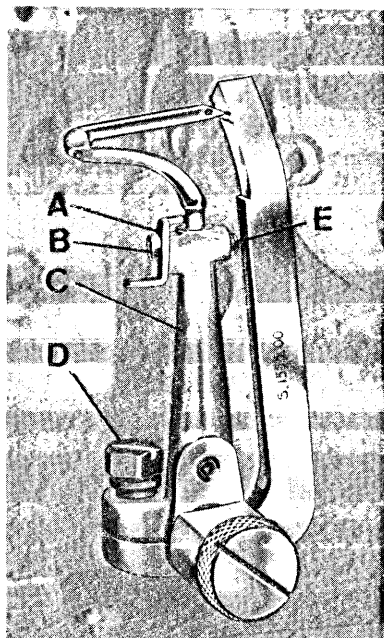

fig. 4
- S 1686.00 serve per tutte le operazioni ad eccezione dell'operazione n. 4 (fig. 4);
- S 1555.00 per l'operazione n. 4 (fig. 4).
4. Fasatura crochet inferiore (fig. 4).
- allentare leggermente la vite D; (fig. 4)
- bloccare a fondo la vite E (fig. 4).